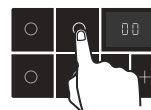

Рисунок 17
7. Чтобы отключить функцию контроля конфорки таймером, нажмите и удерживайте соответствующую кнопку выбора конфорки в течение 2 секунд. На дисплее в течение 5 секунд будет мигать символ "33". Рисунок 17.